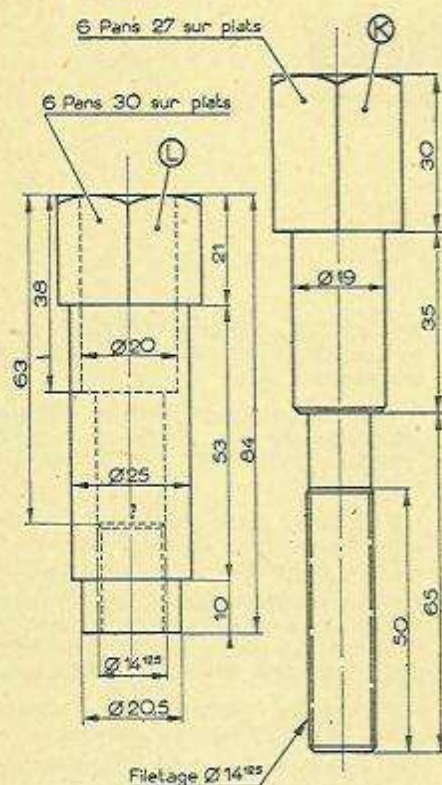

Fig. 93. — Outillage utilisé pour le vissage du remboitage
- * 2° Introduire le guide-foret (H) dans le trou de bougie et percer le siège de bougie à 16,5 mm sur une profondeur de 9,5 mm (avec butée sur la perceuse).
- * 4° Visser le remboitage au moyen de l'appareil spécial : (figure 93).
a) visser à fond la partie (K) dans la partie (L) (sans bloquer) ;